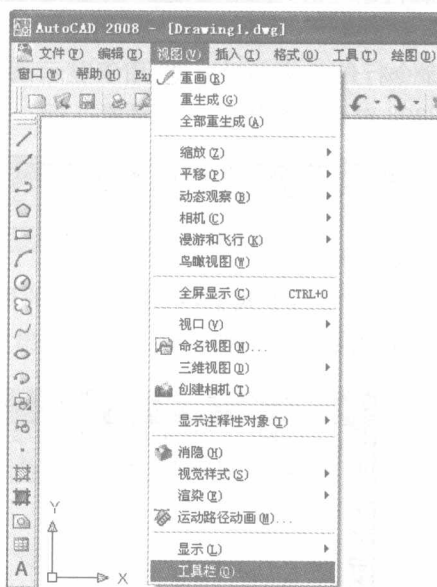
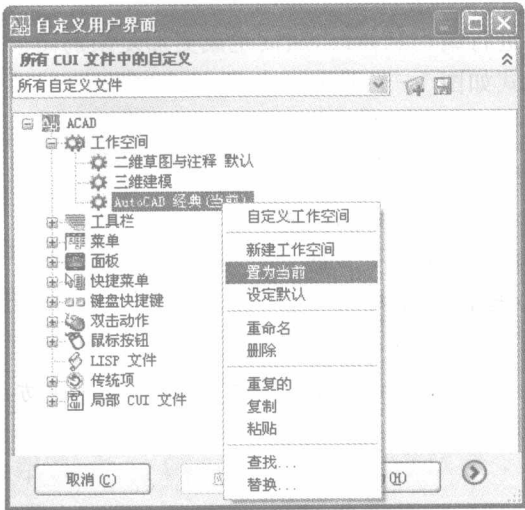
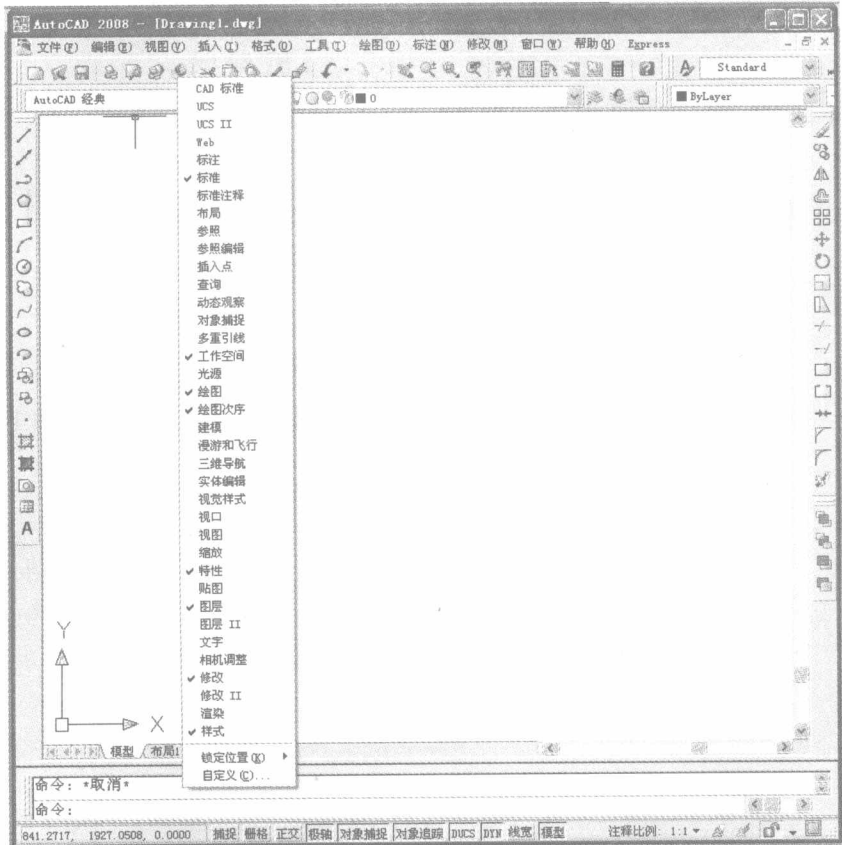

图 1-4
图 1-5
图 1-6
(1) 选择“视图”菜单→“工具栏”命令(见图 1-4)→打开“自定义用户界面”对话框(见图 1-5)→在“所有 CUI 文件中的自定义”窗格内,右击“AutoCAD 经典”→在其下拉菜单内单击“置为当前”→单击“应用”按钮→出现经典工具栏(见图 1-6)。
(2) 将鼠标指针放在工具栏的任一位置,单击右键,在弹出的快捷菜单中选择需要的工具栏名称即可(见图 1-6)。